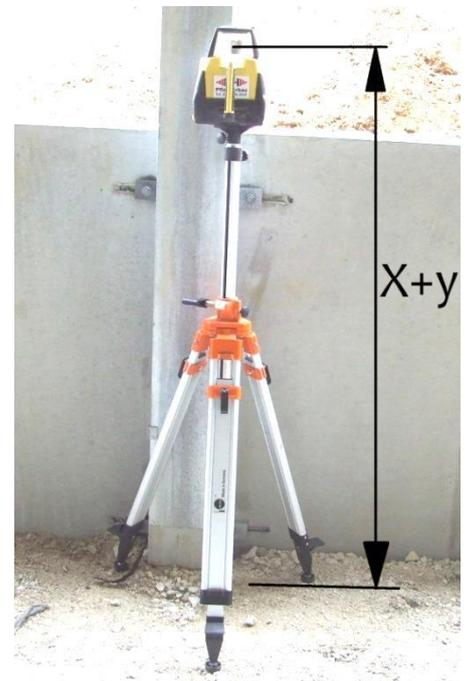

Abb. 13
- Die Einstellhöhe des Lasersenders (z.B. Leica Rugby 410/420 DG) beträg: Maß „X+y“ (1950 mm + gewünschte Planumshöhe 1)) → Abb. 13